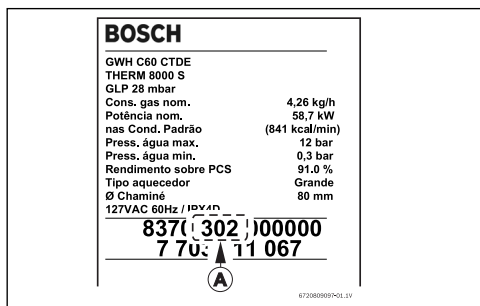

Fig. 1
- ▶ Identificar na chapa de característica a data de fabrico (Fig. 1, pos. A).